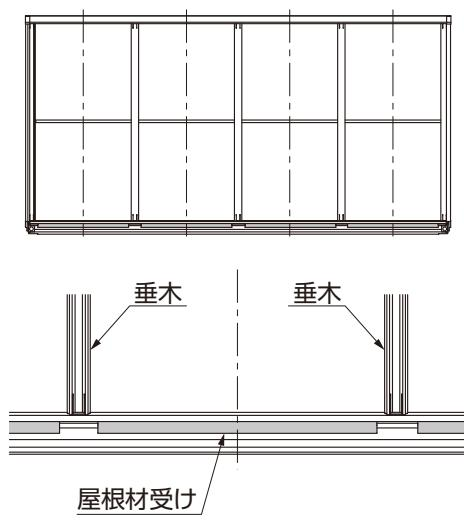

図9-4
- ①屋根材受けを垂木と垂木の中間に位置を合わせてください。(図9-4参照)